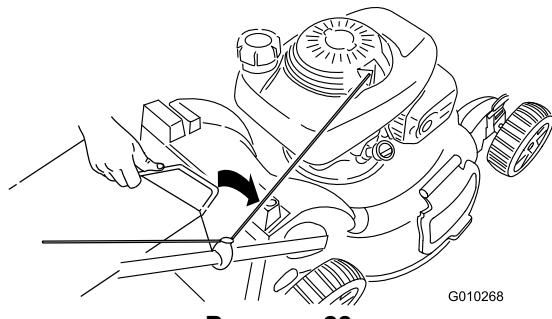

**Рисунок 27**
2. Проложите трос стартера вокруг нижней направляющей троса (Рисунок 27).